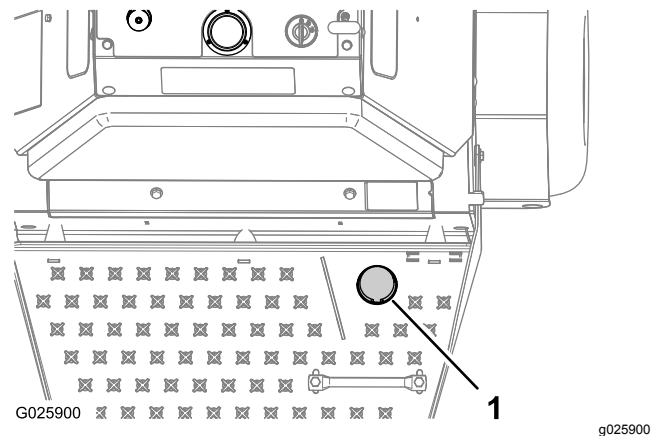

Figure 17
2. Appuyez le pied sur la commande des louchets pour abaisser les louchets (Figure 17).
3. Appuyez sur la commande avec le pied et avancez les leviers de commande de déplacement pour aérer (Figure 17).
Pour élever les louchets, enlevez le pied de la commande (Figure 17).